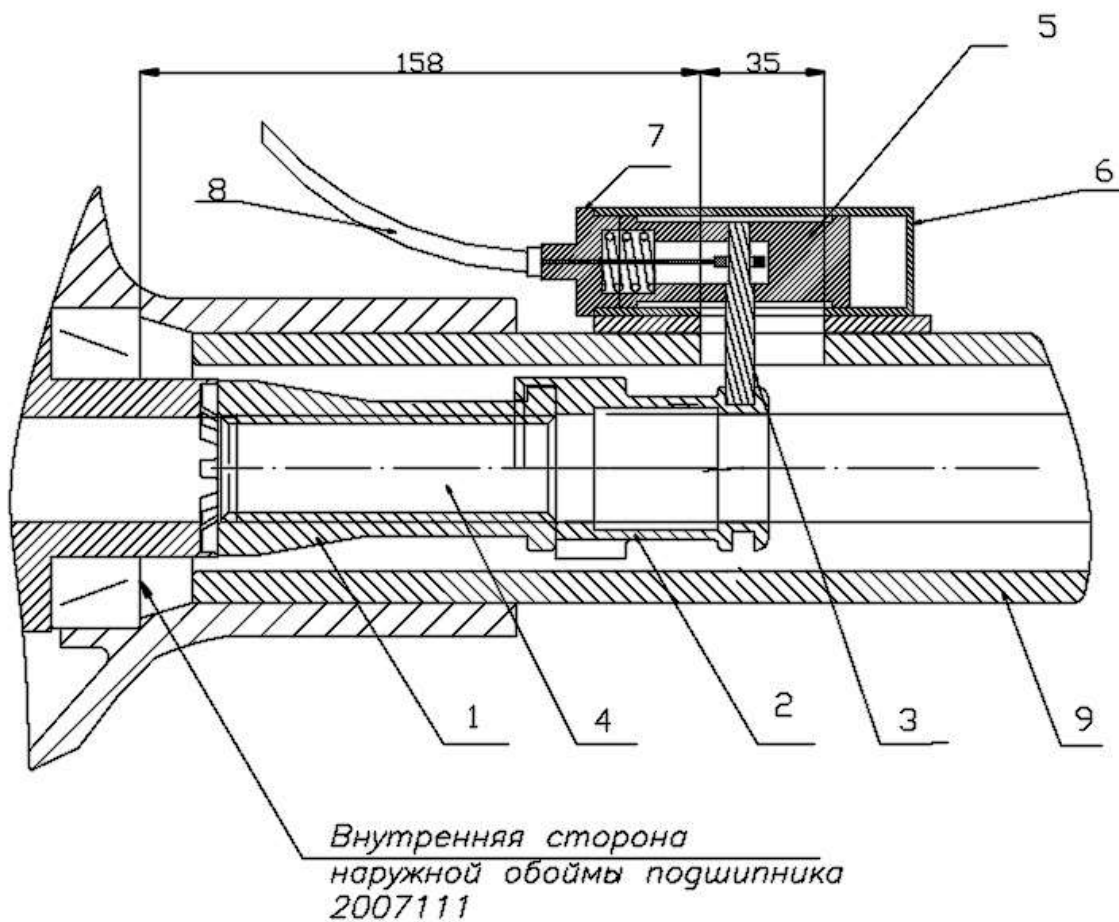

Рис. 4.
5.1. Вставьте полуось 4 в правый чулок моста 9 как показано на рис. 4.